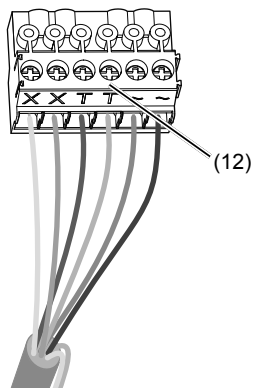

Bild 7: verdrahteter Anschluss-Klemmblock
- Anschluss-Klemmblock (12) vom Audioeinsatz nach unten hin abziehen.
- Adernpaar der 2Draht Busleitung an die Klammern **XX** des Anschluss-Klemmblocks anschließen (Bild 7).
- Gegebenenfalls Türöffner-Leitung an die Klammern **TT** des Anschluss-Klemmblocks (Bild 7 und 8) anschließen.
- Für Ruftasten-Hinterleuchtung 12 V~ Zuleitung vom Netztransformator an die Klammern **~** des Anschluss-Klemmblocks anschließen (Bild 7 ... 9).